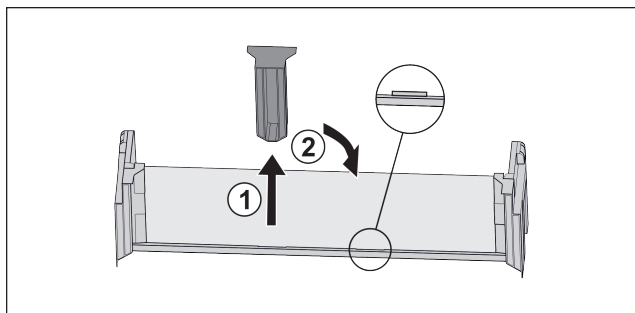

Fig. 17
- Trekk av den midtre holdedelen Fig. 17 (1).
- Sett inn den midtre holdedelen i andre posisjon Fig. 17 (2).